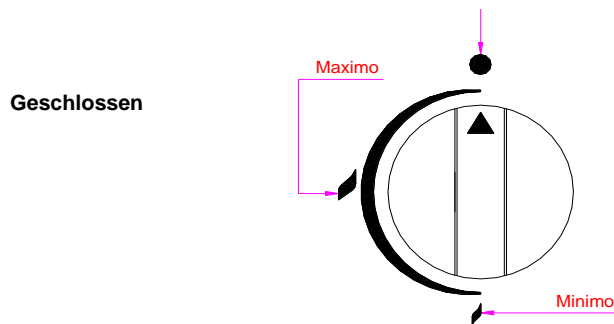

Abbildung 3
- Drücken Sie den Bedienungsknopf des gewählten Brenners an Ihrem Grillofen und drehen Sie diesen in einer ¼ Drehung gegen den Uhrzeigersinn, bis an die Maximalleistung (Máx) gelangen (**Abbildung 3**).
- Um den Brenner auf Mindestleistung zu bringen, drehen Sie nochmals den Bedienungsknopf gegen den Uhrzeigersinn ohne diesen dabei zu drücken, um von der Maximalleistungsposition bis an die Minimalleistungsposition desselben zu gelangen (Abbildung 3).